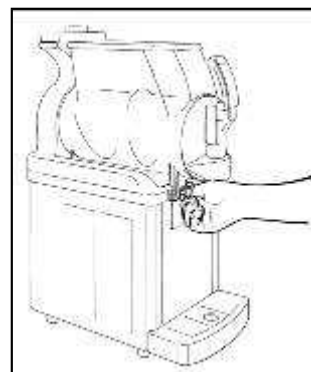

Рис. 27
- Отвинтить и снять круглые ручки (Рис.27).